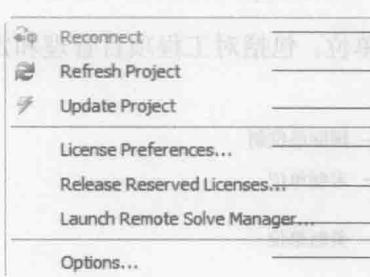

图 1-10 【Tools】菜单
(3) 【Tools】菜单 【Tools】菜单中包括对工程项目管理和定义操作的命令, 如图 1-10 所示。